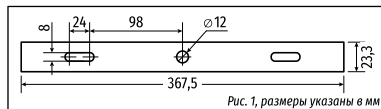

Рис. 1, размеры указаны в мм
1. Прожектор устанавливают на поверхность при помощи поворотной лиры с тремя отверстиями, Рис. 1.